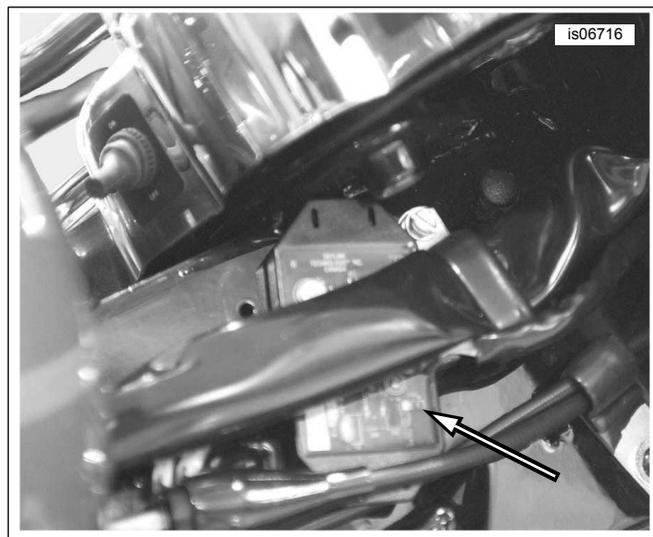

Abbildung 10. Montage des Senders in der Nähe des Tauchrohrs (FLHR bis 2013)
FLHR Touring-/FLRT Trike-Modelle (alle)	Rechte Rahmenseite in der Nähe des Tauchrohrs, im Scheinwerfertopf, mit Schaumstoffpolster (zuerst Scheinwerfer ausbauen) (Siehe Abbildung 10.).
3. Siehe Abbildung 10 >. Den Sender an der rechten Rahmenseite in der Nähe des Tauchrohrs montieren.